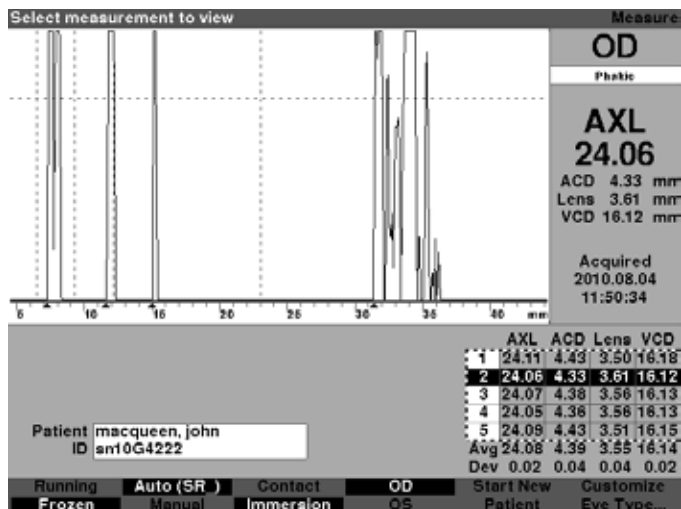

Figura 6-5 Medición seleccionada
3. En la tabla de mediciones, gire el control giratorio para desplazarse por la lista de mediciones. También puede hacerlo con sólo presionar el número de medición (1 a 5) en el teclado. La medición activa es la que se indica con texto en color blanco sobre un fondo negro, como se muestra en la Figura 6-5.